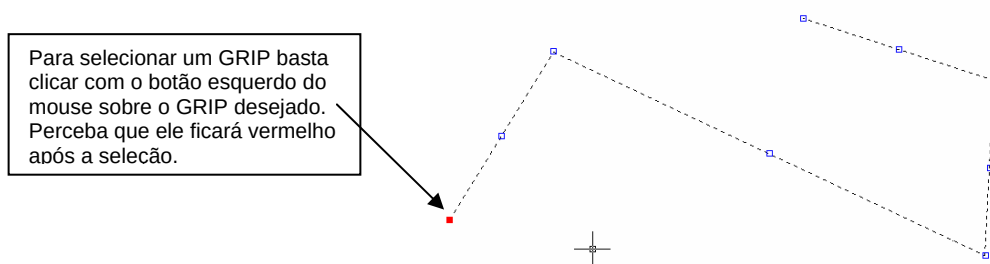
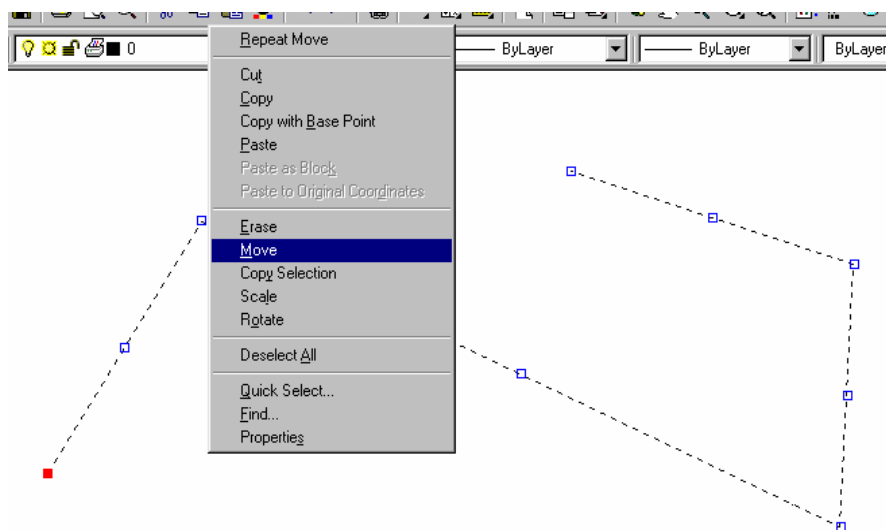

Figura 4.7 – Objetos selecionados mostrando os GRIPS
Figura 4.8 – Objetos selecionados mostrando os GRIPS
3. Para selecionar mais de um GRIP, mantenha pressionada a tecla SHIFT e clique com o botão esquerdo do mouse sobre os GRIPS nos quais se deseja efetuar alguma operação. Para remover a seleção de um GRIP basta manter pressionada a tecla SHIFT e clicar com o botão esquerdo do mouse sobre o GRIP correspondente. Para selecionar apenas um GRIP, basta clicar com o botão esquerdo do mouse sobre o GRIP desejado (figura 4.7).
4. Selecione apenas o GRIP indicado na figura 4.7. Pressione agora o botão direito do mouse. Aparecerá, na área de trabalho, uma janela para seleção de comandos (figura 4.8). Escolha a opção MOVE.